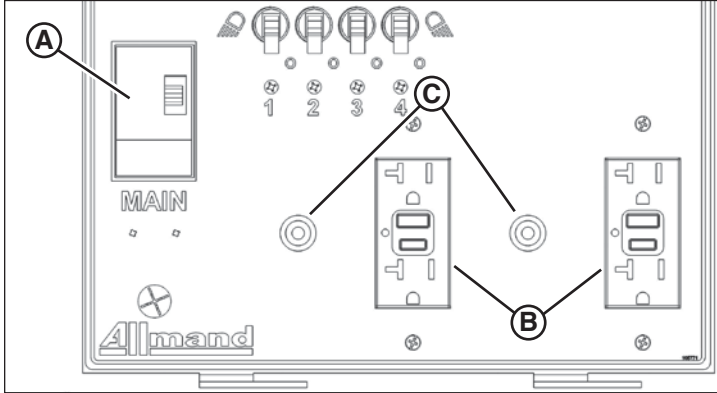

Рисунок 31
- Две розетки с GFCI (В, рис. 31), каждая из которых защищена разъединителем на 20 А (С), ИЛИ